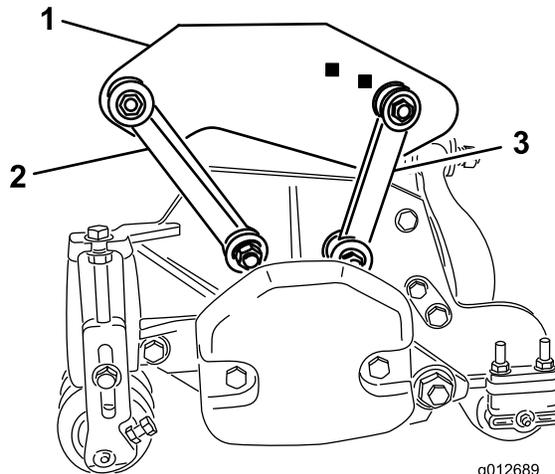

図 19
- 前取り付けリンクをキャリアフレームの穴に固定する ボルト 3/8 x 2-1/4 インチ 1 本、平ワッシャ 2 枚、ロックナット 1 個を使用して 図 19 のように取り付ける。取り付ける時に
- 後取り付けリンクを後部のキャリアフレームに固定する ボルト 3/8 x 2-1/4 インチ 1 本、平ワッシャ 2 枚、ロックナット 1 個を使用して 図 19 のように取り付ける。取り付ける時にリンクの両側にワッシャを入れる。締め具を 42N・m 8.3kg・m = 31ft・lb にトルク締めする。